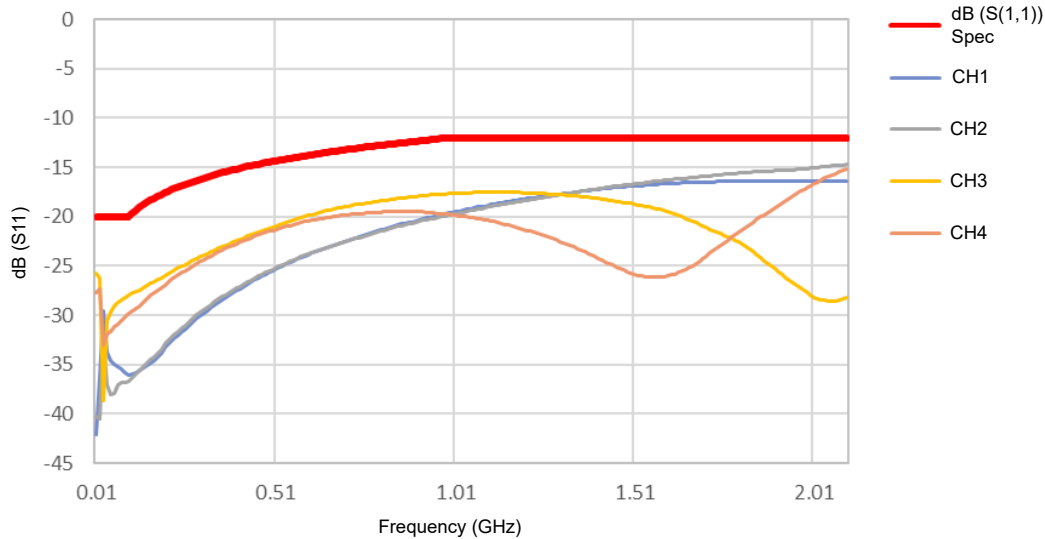

图 5-2. 通道回波损耗
非多路复用通道和多路复用通道的回波损耗均处于德州仪器 (TI) FPD-Link 串行器/解串器所定义的稳定运行所需的范围内，在图 5-2 中以红色显示。在此测试设置中，使用的硬件是节 2 中所示设置的变体，并且这个电路板变体将 CH3 和 CH4 连接到多路复用器。在此设置中，CH1 和 CH2 是非多路复用通道。